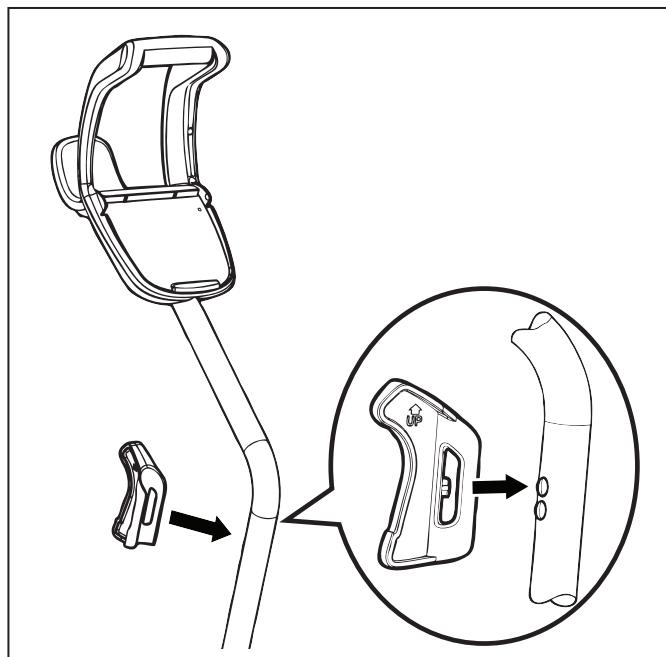

Figura 7. Coloque el gancho en su lugar
8. Alinee los pernos del gancho con los orificios en el tubo del mango y coloque el gancho (Figura 7).